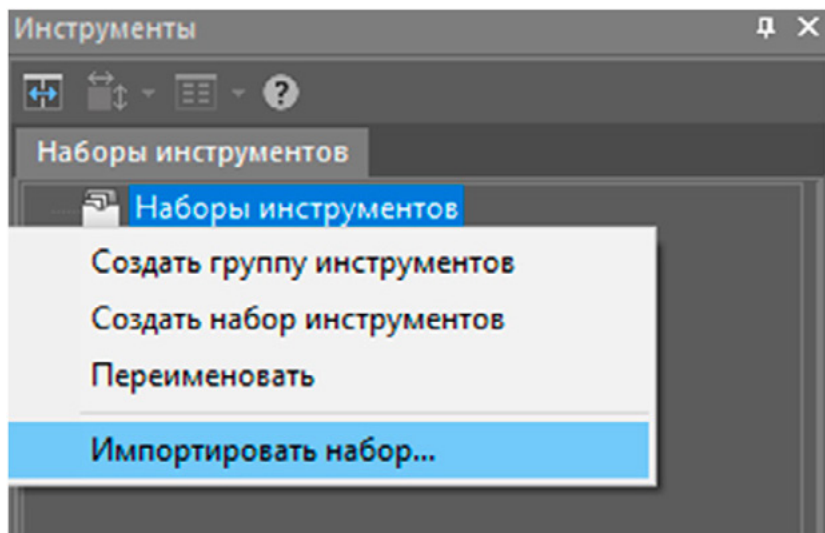

Рис. 21. Импорт набора инструментов в Платформу nanoCAD
c) в nanoCAD щелкните ПКМ на *Наборы инструментов* и выберите *Импортировать набор* (рис. 21);